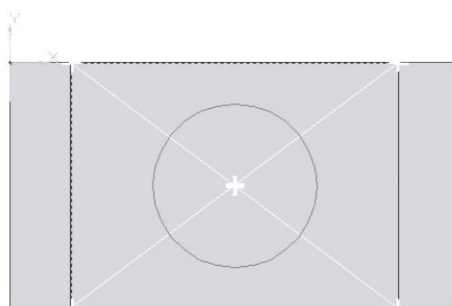

Рис. 7.7. «Редактирование детали»
20) Постройте окружность радиусом 20 мм ($\Phi = 40$) – рис. 7.7;